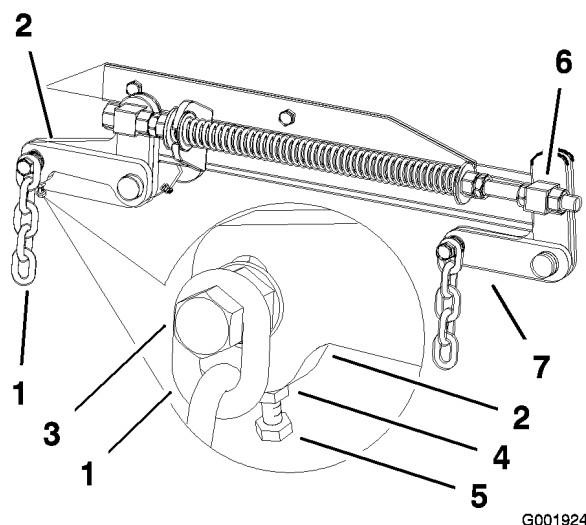

Figure 58
7. Si la distance mesurée au point **B** ou **C** n'est pas correcte, desserrez le boulon de fixation de la chaîne arrière au bras de support arrière (Figure 58).
8. Desserrez l'écrou de blocage sous le bras de support arrière et agissez sur le boulon de réglage de manière à obtenir une distance de 79 à 83 mm (Figure 58).
7. Desserrez d'environ 13 mm les écrous de blocage à l'avant des pivots avant gauche et droit (Figure 58).
8. Réglez les écrous de relevage sur les côtés gauche et droit de la machine de manière à abaisser l'avant de 6 à 10 mm au point **A** par rapport au point **B** à l'arrière (Figure 58).